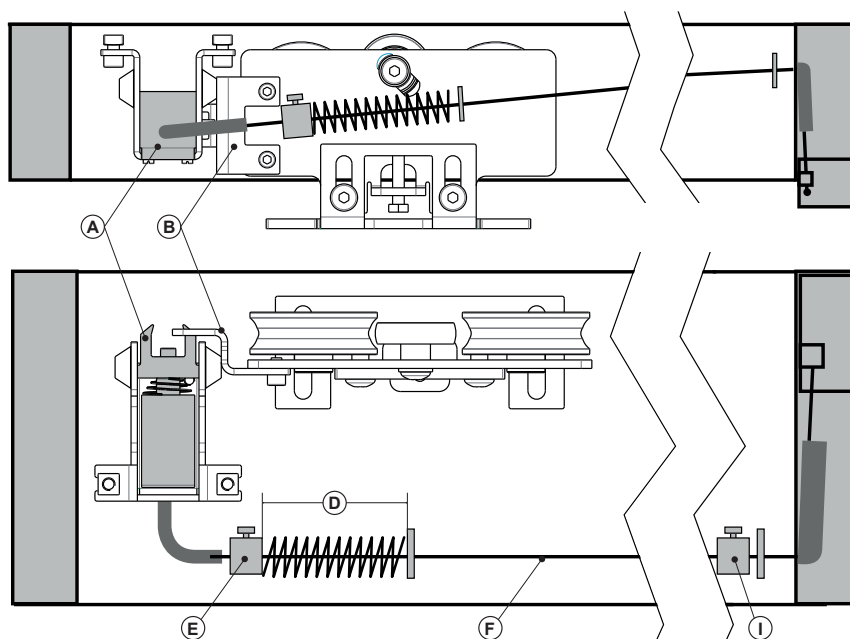

fig. 27
1) Mettere l'anta porta in posizione di chiusura e verificare che la staffa di blocco **B** sia a contatto con il tampone in gomma dell'elettroblocco **A** (fig. 27).